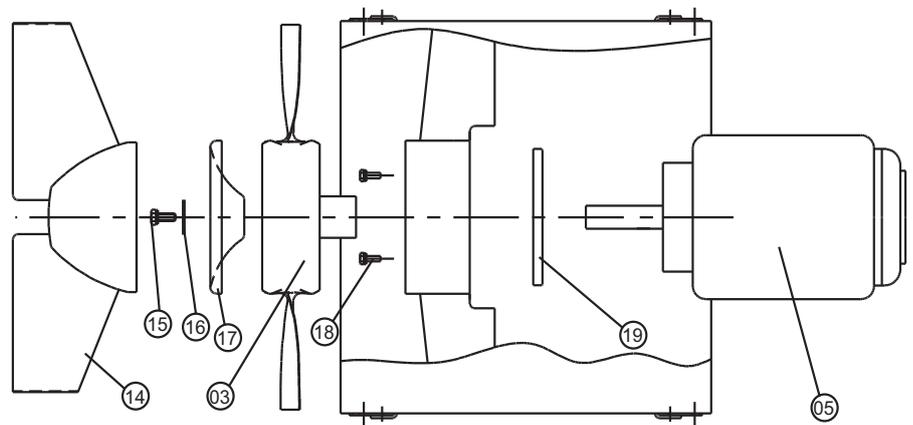

Abb. 3 Aus-/Einbau des Motors
- 4 **ARR:** Die Schrauben in den Leit-schaufeln an den An-/ Abströmhäuben abschrauben und die An-/ Abströmhäuben Abb. 3, Pos. 14 ziehen
- 5 Die Mittelschraube des Laufrades Abb. 3, Pos. 15 abschrauben und die Mittelscheibe Pos. 16 demontieren.
- 6 **AUR:** Den Nabendeckel Abb. 3, Pos. 17 demontieren.
- 7 Das Laufrad Abb. 3, Pos. 03 mittels eines Abziehers, der in den beiden Gewindelöchern des Nabenkerns zu befestigen ist, entfernen.
- 8 4 Stück Schrauben Abb. 3, Pos. 18 abschrauben.
- 9 Motor Pos. 05 und Motorflansch Abb. 3, Pos. 19 demontieren. Vor dem Ausbau die Position des Motors beachten. Bei Demontage und Zerlegung des Ventilators ist mit den Bauteilen vorsichtig umzugehen, damit die Motorlager oder andere Komponenten nicht durch Stöße oder andere Überlastungen beschädigt werden.
- 1 Nach Fertigstellung der Wartungsarbeiten den Motor Abb. 3, Pos. 05 wieder einbauen. Darauf achten, dass der Motorflansch Pos. 19 korrekt angebracht ist und die Motorwelle im Ventilatorgehäuse konzentrisch angeordnet ist, bevor die Schrauben Pos. 18 angezogen werden.
- 2 Das Laufrad Abb. 3, Pos. 03 auf der Motorwelle mittels einer Schraube, die im Gewindeloch der Motorwelle zu befestigen ist, montieren. Die Nabe des Laufrades bis zum Anschlag gegen den Flansch der Motorwelle anspannen. Prüfen, ob der Schaufelspitzenspielraum am ganzen Umfang gleich groß ist. Andernfalls die Motorposition in der Aufhängung ändern. **Bitte merken:** Schlagwerkzeuge können Schaden an den Lagern anrichten.
- 3 Die Mittelschraube Abb. 3, Pos. 15 und die Mittelscheibe Pos. 16 und für Typ AUR den Nabendeckel Pos. 17 wieder anbringen.
- 4 **ARR:** Die An-/Abströmhauben Abb. 3, Pos. 14 montieren.